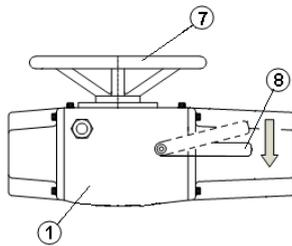

Figura 5.2: Acionamento manual
Para acionar manualmente o sistema através do volante (7), a alavanca (8) deve ser movimentada para baixo, conforme mostrado na Figura 5.2.
Legenda da Figura 5.2